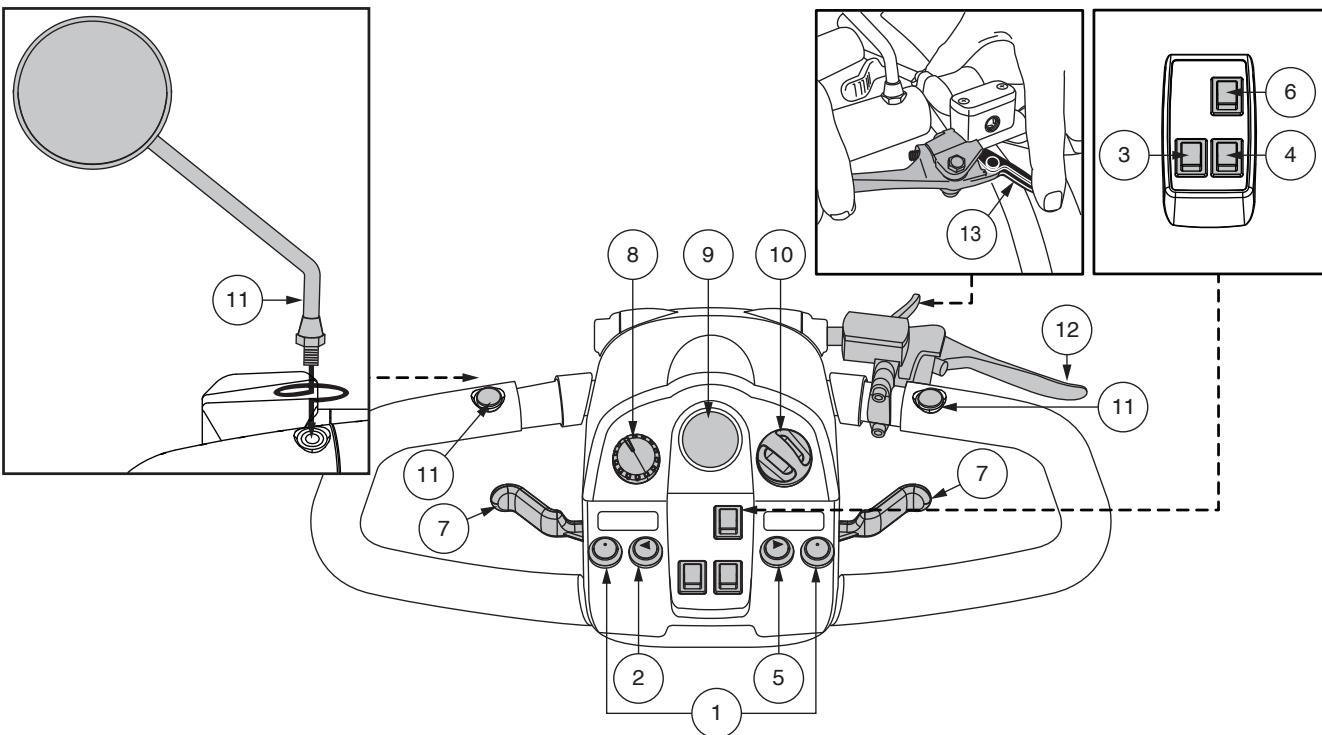
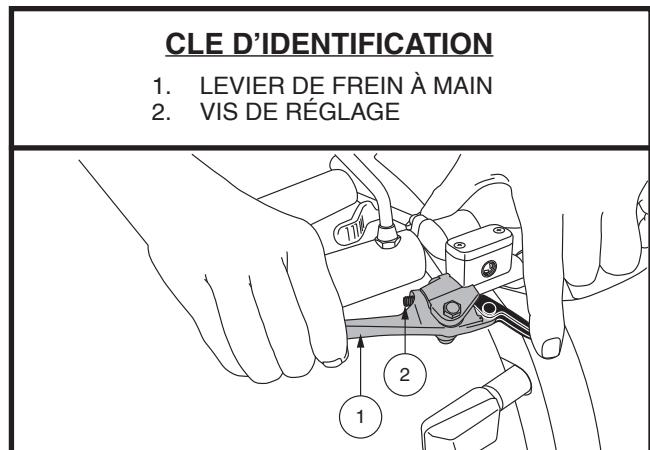

Figure 1. Tableau de bord
Figure 3. Levier de frein à main
Le tableau de la console regroupe toutes les commandes servant au fonctionnement de votre scooter, incluant le bouton de réglage de vitesse, la clé de contact, la jauge à batteries, klaxon, bouton des clignotants, commutateurs des accessoires et le levier d'accélérateur. S.V.P. prenez note que certaines caractéristiques sont facultatives et peuvent ne pas se retrouver sur votre scooter. **Voir la figure 1.**
Votre scooter est équipé d'un levier de frein à main qui se trouve sur la barre franche. **Voir la figures 1 et 3.** Ce levier vous offre une puissance de freinage supplémentaire. Le frein à main est manuel et fonctionne indépendamment du système de freinage régénératif de votre scooter qui est engagé pendant le fonctionnement du scooter en relâchant le levier de commande des gaz.
**NOTE:** L'efficacité du frein à main, c'est-à-dire la rapidité avec laquelle la pression sur le levier de frein à main arrêtera votre scooter, peut être modifiée en serrant ou en desserrant la vis de réglage située sur le levier de frein à main. Voir figure 3.
**NOTE:** Si votre frein à main est équipé d'une fonction de verrouillage comme illustré à la figure 1 ou à la figure 3, vous pouvez activer la fonction de verrouillage du frein en serrant le levier du frein à main et en tournant ou en poussant le levier de verrouillage pour engager le verrouillage. Pour déverrouiller le frein à main, serrez complètement le levier de frein à main. Voir figure 1 ou figure 3.